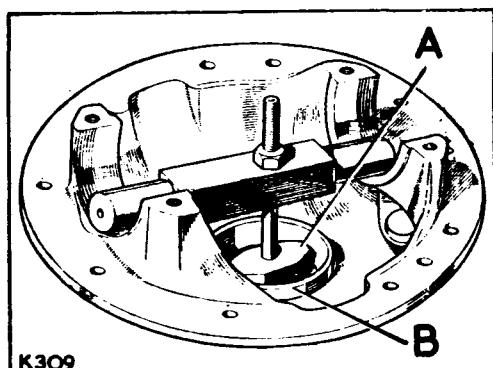

Fig. E1-42.- Desmontaje a presión de la pista exterior de rodamiento.
1.08.- A presión se desmontan las pistas exteriores de los cojinetes, B (Fig. E1-42) haciendo uso del extractor especial, A (262757). Extraer también los suplementos de regulaje de altura del piñón.